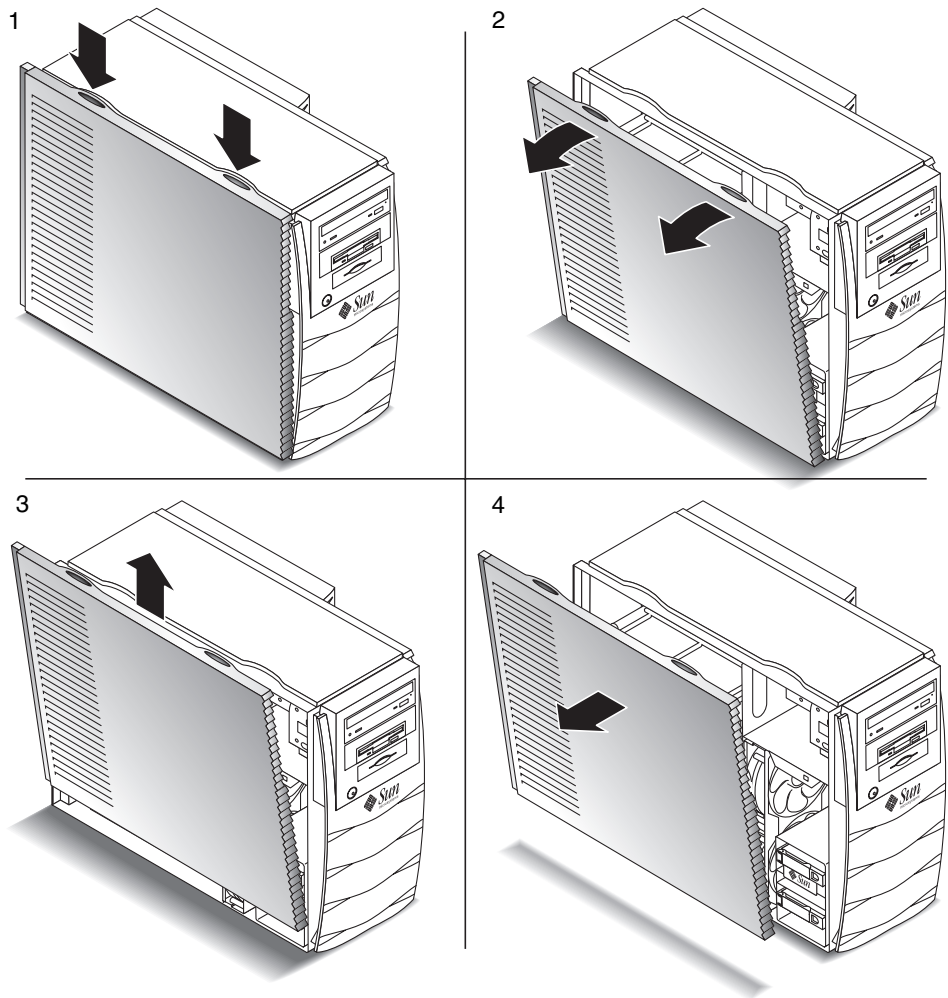

FIGURE 8 Préparation de l'installation des composants internes
2. Appuyez sur les deux renforcements situés au sommet du carénage (voir FIGURE 8).